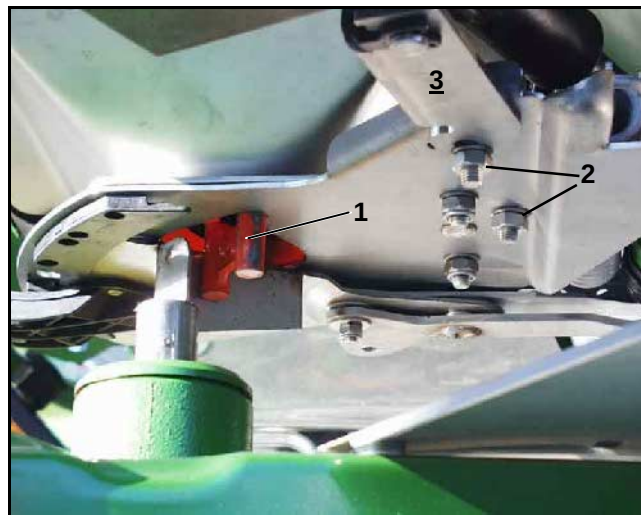

Рис. 2
- Через оставленное отверстие должен легко проходить шаблон (Рис. 2/1) (Спецоснастка, номер заказа: 915018).
- Открутите крепежные болты (Рис. 2/2) кронштейна серводвигателя (Рис. 2/3).
- Вставьте шаблон (Рис. 2/1) в выпускное отверстие.
- Переместите кронштейн серводвигателя (Рис. 2/3) по направлению к шаблону и снова затяните крепежные болты (Рис. 2/2).